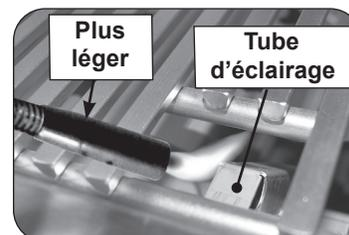

Fig. 36-2 Éclairage manuel via un tube d'éclairage
**ATTENTION:** Attendez toujours cinq (5) minutes le gaz pour se dégager après que n'importe quelle tentative non réussie d'éclairage.
2. Passez un allumeur brûlant de butane de long-baril ou une allumette brûlante de long-tige dans la grille à cuire s'ouvrant au dessus du tube d'éclairage. (Fig. 36-2). Pour les brûleurs arrière, les brûleurs à haute puissance ou les brûleurs infrarouges, maintenez la flamme contre la surface du brûleur arrière/du brûleur à haute puissance/du brûleur infrarouge.